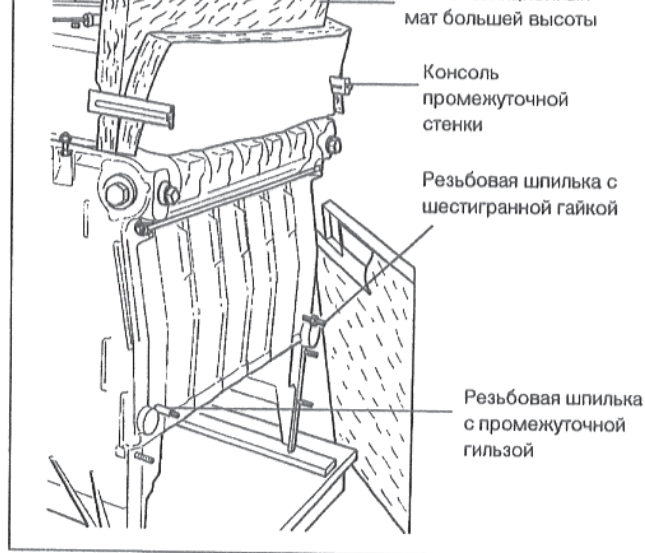

Рис. 18
газа, второй теплоизоляционный мат уложить вокруг первого тканевой стороной наружу. Вставить вырез в обоих теплоизоляционных матах в правую консоль промежуточной стенки (Рис. 18).
- Надеть на левую резьбовую шпильку с передней стороны котла промежуточную гильзу, на правую резьбовую шпильку навинтить шестигранную гайку (Рис. 18).